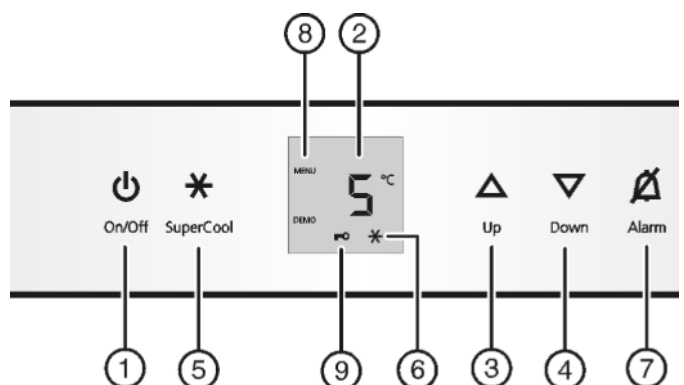

Fig. 2
- Taste On/Off Fig. 2 (1) drücken.
- ▷ Einstellmodus aktivieren: Taste SuperCool Fig. 2 (5) ca. 5 s drücken.
- ▷ Das Symbol Menu Fig. 2 (8) leuchtet.
- ▷ Die Taste SuperCool Fig. 2 (5) kurz drücken, um zu bestätigen.
- ▷ Zum Einschalten der Kindersicherung Taste SuperCool Fig. 2 (5) kurz drücken.
- ▷ Das Symbol Kindersicherung Fig. 2 (9) leuchtet. In der Anzeige blinkt **c**.
- ▷ Zum ausschalten der Kindersicherung Taste SuperCool Fig. 2 (5) kurz drücken.
- ▷ Das Symbol Kindersicherung Fig. 2 (9) erlischt. In der Anzeige blinkt **c**.
- ▷ Einstellmodus deaktivieren: Taste On/Off Fig. 2 (1) drücken.
- ▷ Taste Alarm Fig. 2 (7) drücken.
- ▷ Temperatur wärmer einstellen: Einstelltaste Up Fig. 2 (3) drücken.
- ▷ Temperatur kälter einstellen: Einstelltaste Down Fig. 2 (4) drücken.
- ▷ Taste SuperCool Fig. 2 (5) kurz drücken.
- ▷ Das Symbol SuperCool Fig. 2 (6) leuchtet in der Anzeige.
- ▷ Das Symbol SuperCool Fig. 2 (6) erlischt in der Anzeige.